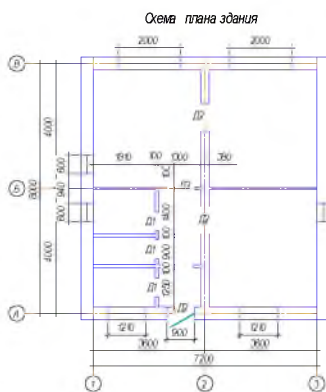

Рисунок 1
1. В программе КОМПАС – 3D вычертить (рис.1):
1. Нанести на план здания необходимые наружные и внутренние размеры (согласно ГОСТ СПДС); площадь помещений; условные обозначения санитарно-технического оборудования (рис. 1)
Заданы параметры жилого 9 этажного дома, запроектированного в г. Липецке (рис. 1). Необходимо: